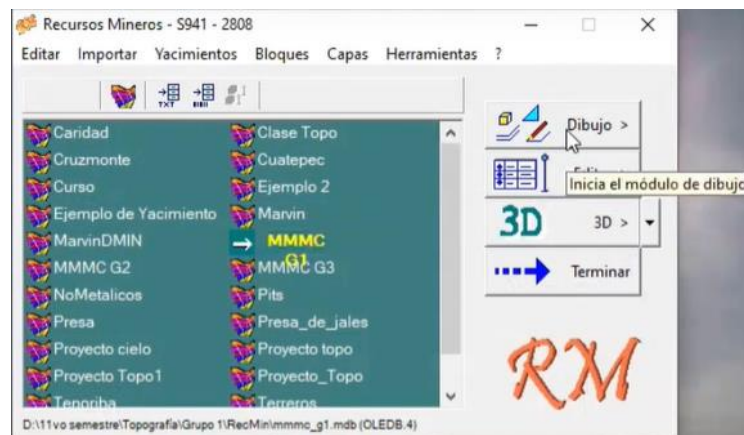

Figura 178. Módulo de dibujo.
36. En el Módulo de yacimientos, seleccionar el proyecto en el que se estará trabajando y presionar el botón “Dibujo” para abrir el Módulo de dibujo. Figura 178.